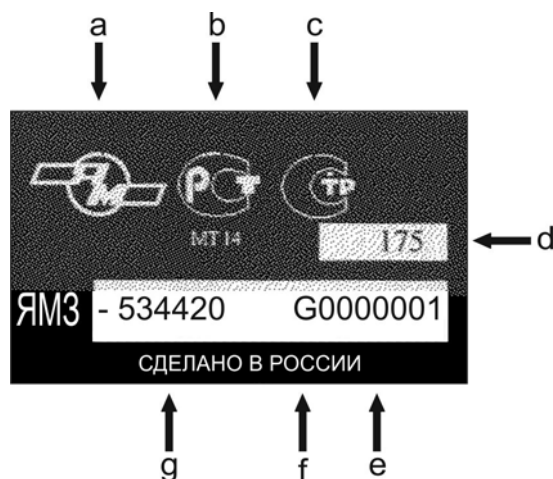

Рис. 1.3. Пример нанесение номера двигателя ЯМЗ-53442
**1.3. Идентификационный номер двигателя ЯМЗ** выбит на заводской табличке (рис. 1.3), расположенной на блоке цилиндров с левой стороны в передней части.